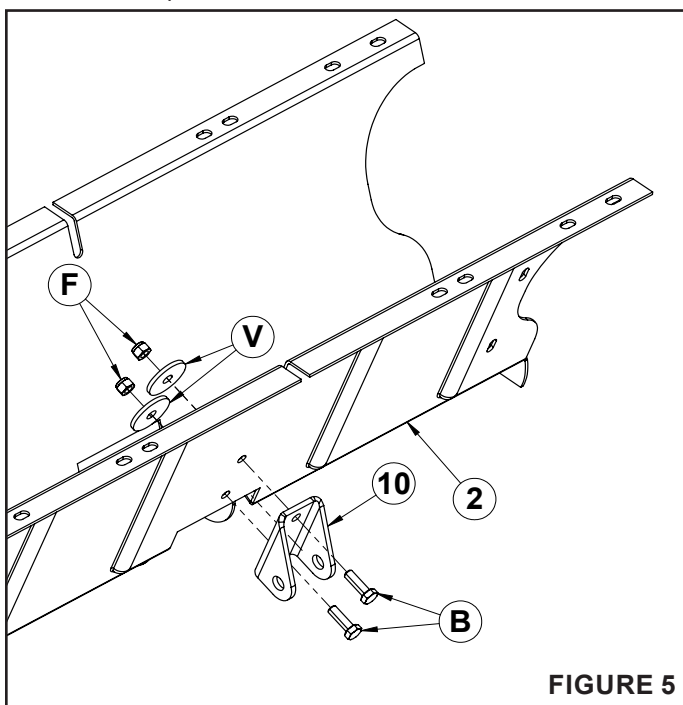

FIGURE 5
ÉTAPE 5 : (VOIR FIGURE 5)
- Orientez les chapes de basculement (10) comme illustré ci-dessous.
- Installez deux boulons 5/16 po (B) à travers les chapes de basculement (10) et le support de roue (2).
- Fixez-les à l'aide de deux rondelles 1-1/2 po (V) et d'écrous autobloquants 5/16 po (F).